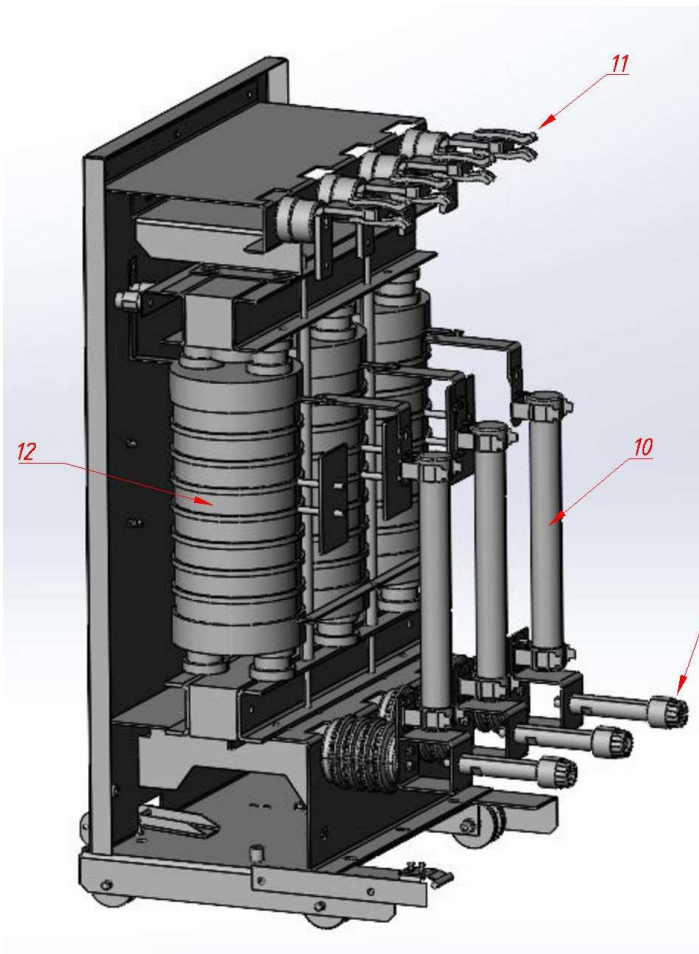

Рисунок 4.4 — Викотний елемент трансформатора власних потреб
Конструкція викотного елемента трансформатора власних потреб майже ідентична конструкції викотного елемента трансформатора напруги. Різниця в тому, що ланцюги напруги низької сторони під'єднується через силові контакти 0,4кВ (11), а не через джгут. (Рисунок 4.4).